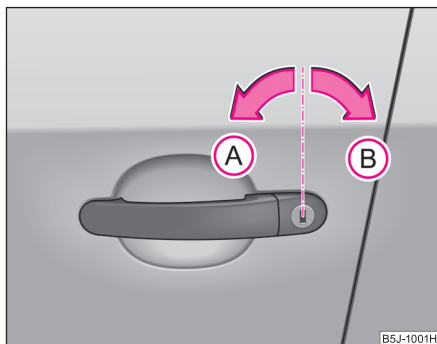

Fig. 22 Pozițiile cheii pentru încuiere și descuiere
- Rotiți cheia în încuietoarea ușii conducătorului auto în poziție de descuiere **A** ⇒ fig. 22 spre stânga.
- Rotiți cheia în încuietoarea ușii conducătorului auto în poziție de încuiere **B** spre dreapta ⇒ fig. 22.